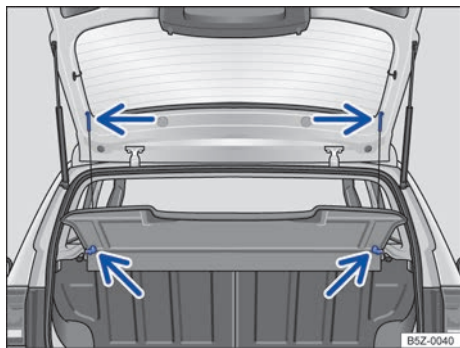

Fig. 129 En el maletero: desmontar y montar la bandeja trasera.
- Desprender los cordones de retención del soporte de la tapa trasera → fig. 129 (flechas superiores).
- Retire la bandeja trasera hacia atrás y hacia afuera de los soportes laterales → fig. 129 (flechas inferiores).
- Empuje la bandeja trasera hacia adelante, introduciéndola en los soportes laterales → fig. 129 (flechas inferiores).
- Encajar los cordones de retención en la tapa trasera → fig. 129 (flechas superiores).